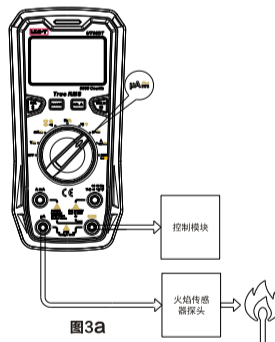

图3a
- A. μA 档可用于加热系统的火焰整流电路检测 (见图3a)